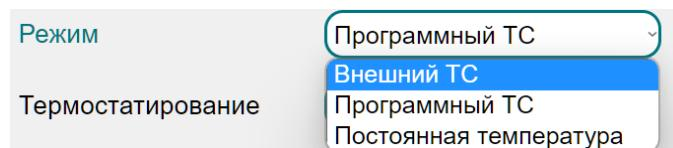

Рисунок 13
- параметр *Режим* - режим работы Устройства, выбрав один из трех режимов (рис. 13):